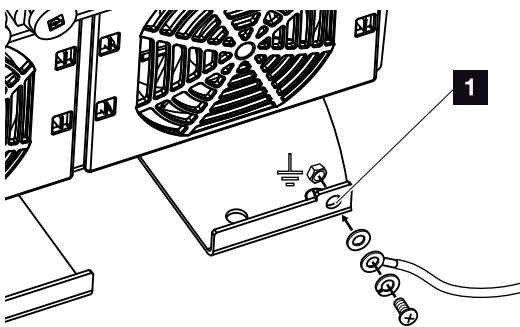

Fig. 25 : Raccordement PE externe propre à chaque pays
11. Dans les pays imposant un second raccordement à la terre (PE), raccorder celui-ci à l'endroit indiqué du boîtier (externe). **Fig. 25, pos. 1**